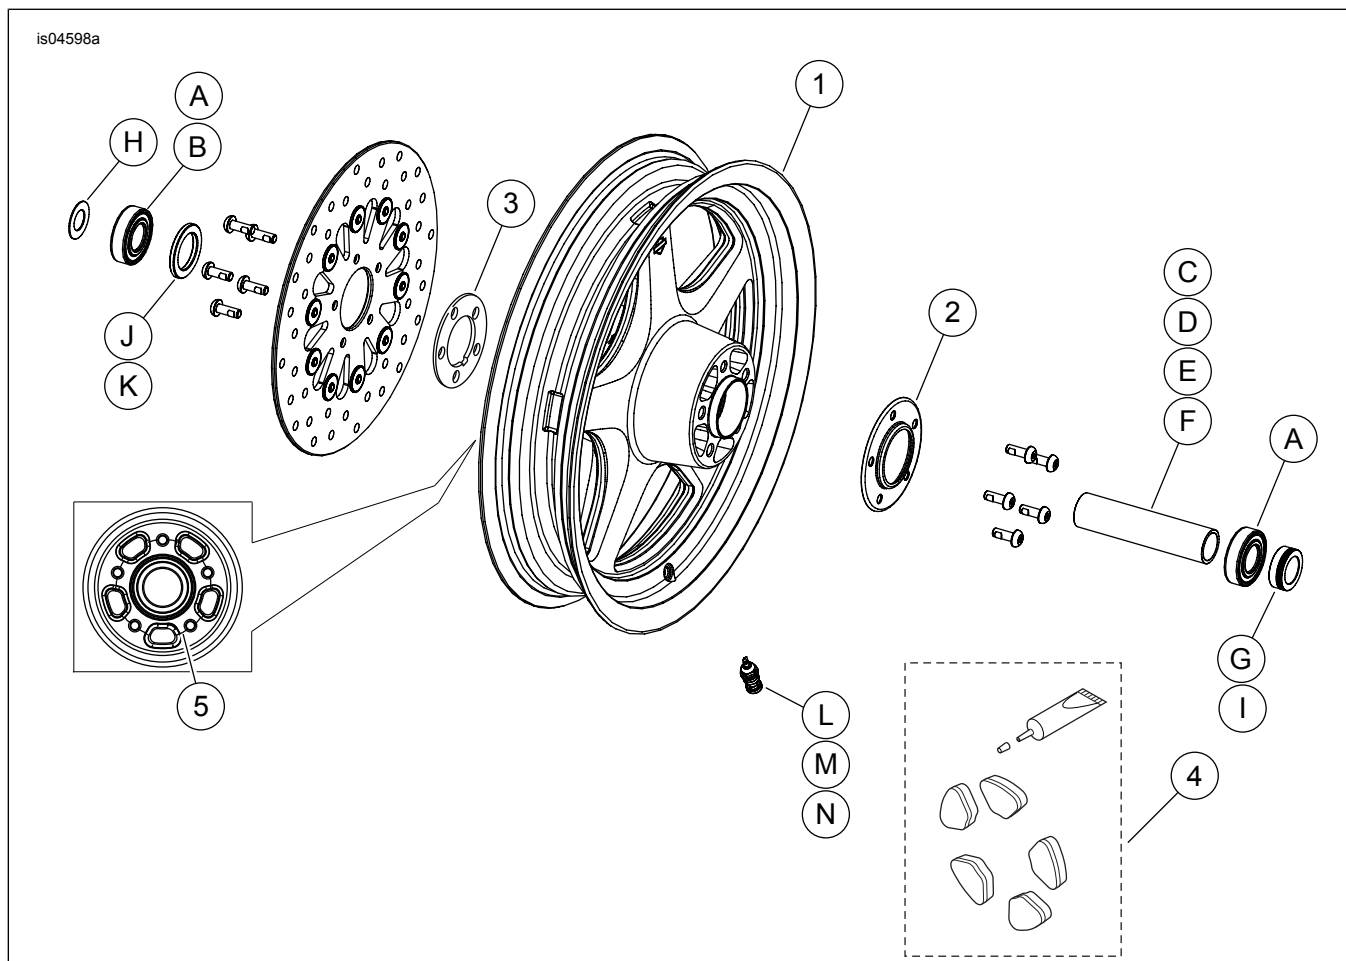

Figura 2. Parti di ricambio: KIT RUOTA ANTERIORE THUNDERSTAR (è mostrata la ruota da 16 pollici)
Questi kit includono le ruote personalizzate e, a seconda del kit, possono anche comprendere un coprimozzo ed una piastra del mozzo. Vedere la figura 2. e Tabella 3 per il contenuto del kit.
2. Vedere Figura 2. Montare sulla ruota il gruppo dello stelo della valvola (L, M o N). Vedere PNEUMATICI nel manuale di manutenzione.
- Il lato sinistro della ruota ha una scanalatura lavorata (elemento 5, Vedere la figura 2. ) sulla superficie del mozzo e/o puntini di contrassegno che identificano il lato del disco del freno e del cuscinetto dell'albero primario.
- montare la ruota in modo che i contrassegni sul mozzo siano sul lato sinistro della motocicletta. Il lato sinistro della ruota ha una scanalatura lavorata (elemento 5, Vedere la figura 2. ) sulla superficie del mozzo e contrassegno che identificano il lato del cuscinetto dell'albero primario.
- Questi kit includono una o due piastre del mozzo (43985-00), da installare tra il disco del freno e la ruota, e un coprimozzo cromato (43986-00), da installare sulla ruota sul lato opposto rispetto al disco del freno. I coprimozzi devono essere installati per impedire l'ingresso di acqua, il che potrebbe dare luogo ad uno squilibrio. **Modelli con freni a doppio disco:** installare una piastra del mozzo in acciaio inossidabile (3) tra ciascun disco del freno e il mozzo della ruota. Eliminare il coprimozzo cromato (2). Montare i dischi dei freni secondo i procedimenti riportati nel manuale di manutenzione. **Modelli con freni a disco singolo:** installare una piastra del mozzo in acciaio inossidabile (3) tra il disco del freno e il mozzo della ruota. Montare il disco del freno secondo i procedimenti riportati nel manuale di manutenzione. Montare il coprimozzo cromato (2) dal lato opposto del disco del freno. Gettare la piastra in più del mozzo in acciaio inossidabile (3).
- La ruota ha una scanalatura lavorata (elemento 5, Vedere la figura 2. ) sulla superficie del mozzo per identificare il lato destro.
6. Installare la ruota anteriore (1), l'asse di serie e il dado dell'asse di serie. Vedere RUOTA ANTERIORE nel manuale di manutenzione.